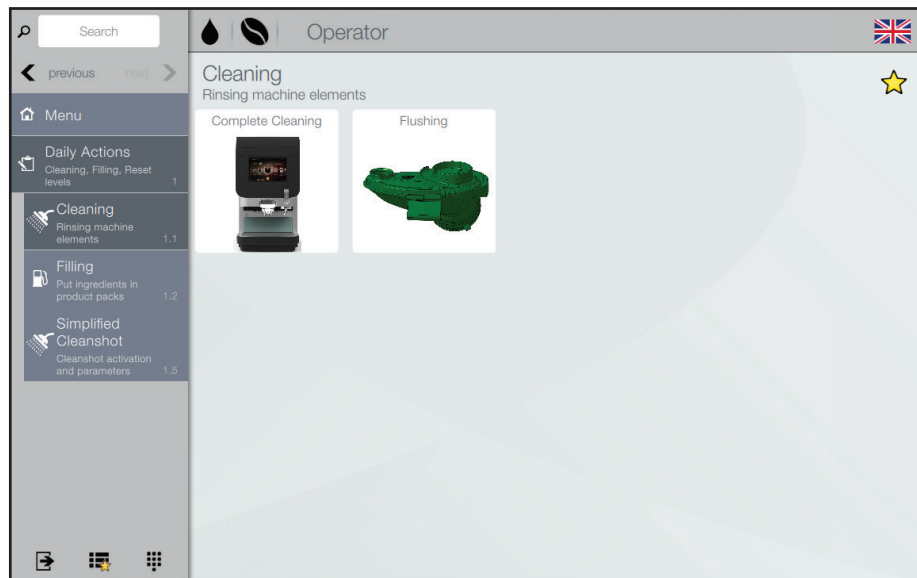

図6.6 - クリーニング
- ・「洗浄」と「徹底クリーニング」の指示に従います。章「クリーニング」を参照してください (図 6.6)。